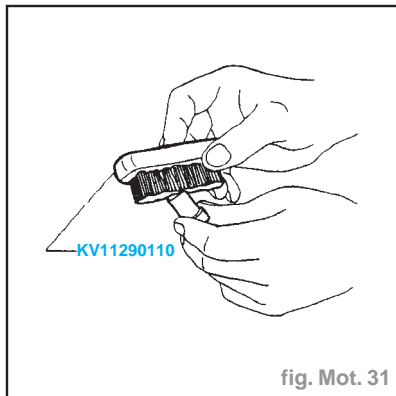

fig. Mot. 31
- Enlever toute trace de calamine de l'extérieur du corps d'injecteur (sauf la partie angulaire) à l'aide de l'outil spécial (fig. Mot. 31).